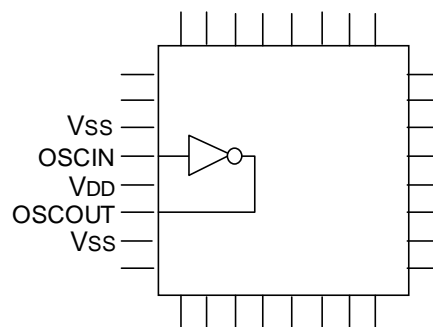

図 9-18 クリティカル信号配置例 2
- b) 発振回路の入出力ピン (OSCIN、OSCOU) はお互い近くに配置し、電源ピン (V_{DD} 、 V_{SS}) で挟んでください。また、発振回路と同期する出力ピンを近くに配置しないでください。(図 9-18)